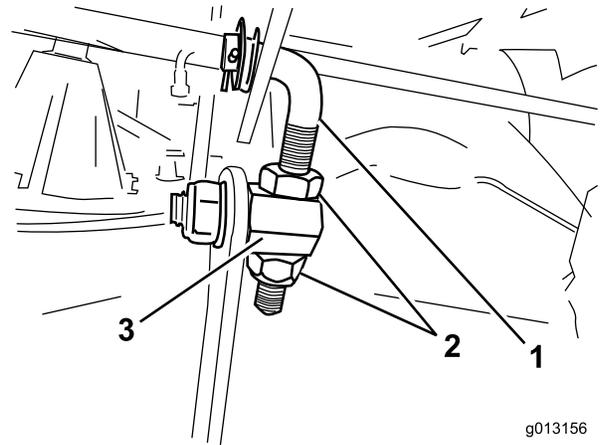
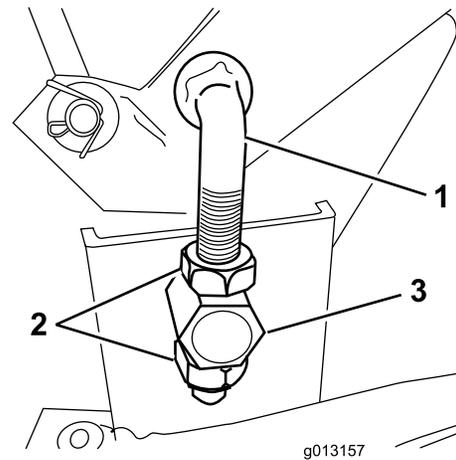

Bild 46
Bild 47
3. Lösen Sie die Muttern an den verstellbaren Lenkern vorne und hinten (an der rechten Seite des Mähwerks), damit sich die Lenker ungehindert durch die Drehzapfen bewegen können (Bild 46 und Bild 47).